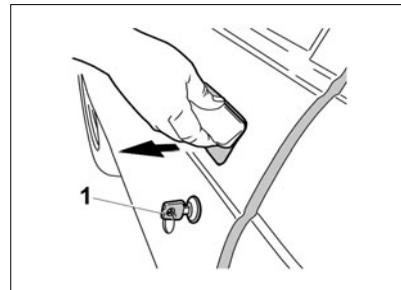
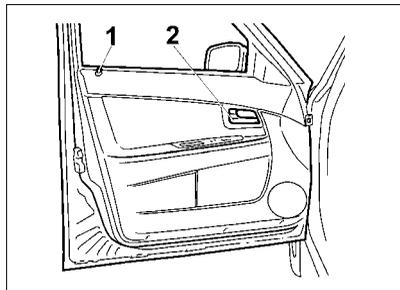
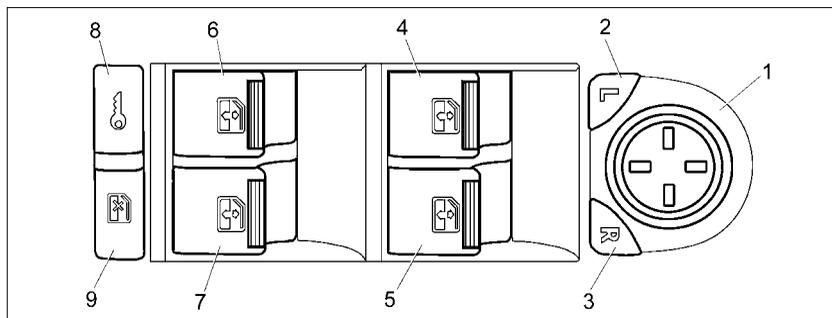
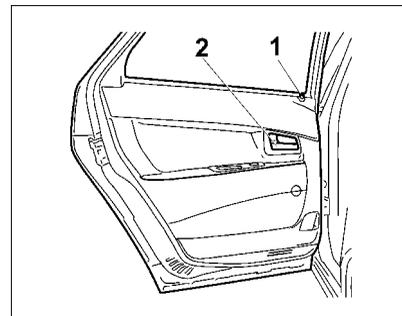

Рис. 3. Открывание двери
Рис. 4. Передняя левая дверь
Рис. 6. Модуль двери водителя
Рис. 7. Задняя левая дверь
**Передние двери** блокируются: снаружи – поворотом ключа 1 (рис. 3) или нажатием кнопки блокировки  на пульте дистанционного управления; изнутри – нажатием кнопки 1 (рис. 4, 5) на обивке двери или клавиши 8  в модуле двери водителя (рис. 6). Блокировать замки передних дверей можно только при закрытых дверях.
**Двери открываются:** снаружи – за ручку в направлении стрелки (рис. 3), а изнутри – поворотом на себя рукоятки 2 (рис. 4, 5). Если замок двери заблокирован, то ручка будет иметь холостой ход.
**Для подъема и опускания стекол** передних и задних дверей используются электростеклоподъемники, которые могут управляться от переключателей модуля двери водителя (рис. 6, поз. 4...7)\*, от переключателей в пассажирских дверях и
\* В вариантном исполнении переключатели поз. 6, 7, 9 рис. 6 могут отсутствовать.
**Задние двери** блокируются снаружи – пультом дистанционного управления, изнутри салона нажатием кнопки 1 (рис. 7, 8) на двери или клавиши 8  в модуле двери водителя (рис. 6). Блокировка замков задних дверей возможна как при открытых, так и при закрытых дверях.
Для опускания и подъема стекла задних дверей используются электростеклоподъемники (**в варианте исполнения**), которые приводятся в действие переключателями 6 и 7 (рис. 6) в модуле двери водителя и кнопками  и  пульта дистанционного управления.